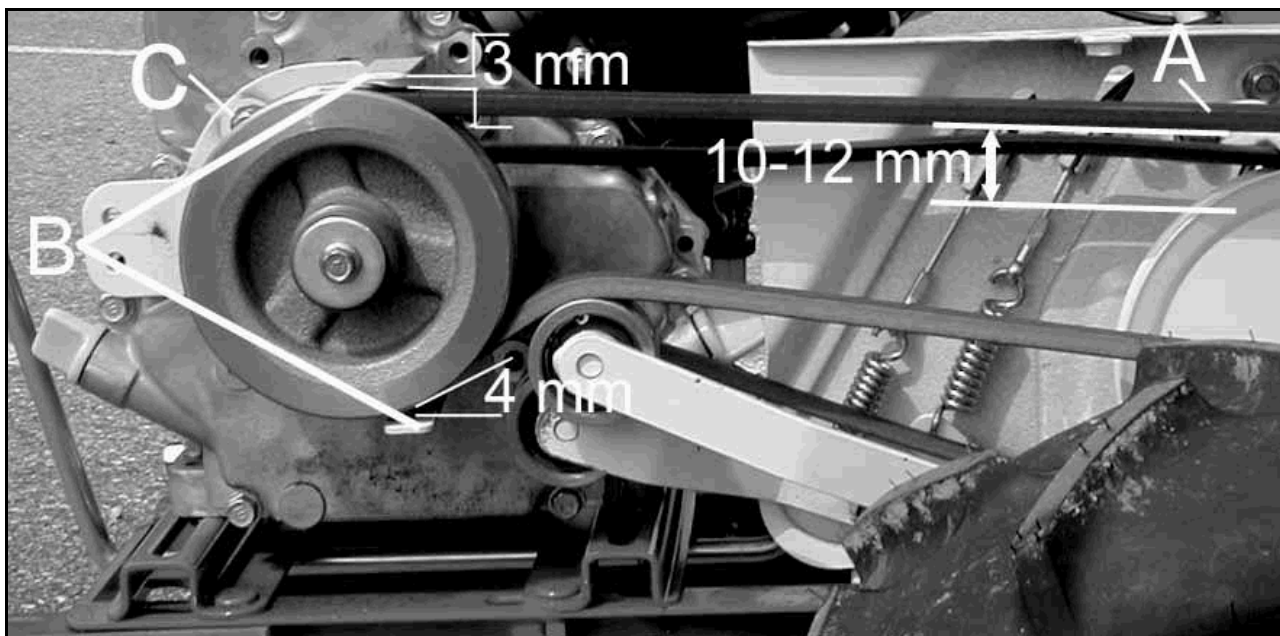

Figure 21
- Quand vous appuyez sur cette courroie avec un doigt (figure 21, repère A) la flèche doit être comprise entre 10 et 12 mm (figure 21). Si tel n'est pas le cas, modifier la tension du câble de commande des lames. Reportez-vous au chapitre « **Tension du câble commandant la rotation des lames** » page 22.
- Vérifiez aussi l'espace entre la courroie et les pattes de la pièce empêchant la courroie de sauter (figure 21, repère B).
- L'espace entre la patte supérieure et la courroie doit être de 3 mm (figure 21).
- L'espace entre la patte inférieure et la courroie doit être de 4 mm (figure 21).
- Dans le cas contraire, dévissez l'écrou maintenant cette pièce (figure 21, repère C), puis bougez-la jusqu'à respecter les jeux. Revissez l'écrou, le réglage effectué.